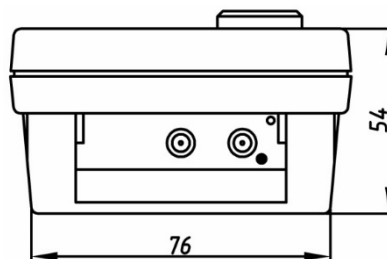

Рисунок 1.4 – Вид сверху электронного блока толщиномера UT-4DL
1.6.1.2 В верхней заглушке корпуса электронного блока расположены ВЧ-разъемы для подключения коммутационного кабеля ПЭП. Подключение кабеля к ВЧ-разъемам выполняется в соответствии с нанесенной на них цветовой маркировкой (рисунок 1.4). В правом верхнем углу указанной заглушки находится отверстие кнопки RESET системного сброса МП прибора.